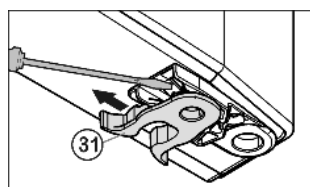

Fig. 11
- ▶ Przenieść zacisk sprężynowy Fig. 11 (31); Zatrząsk przycisnąć w dół, przy tym zdjęć zacisk sprężynowy.